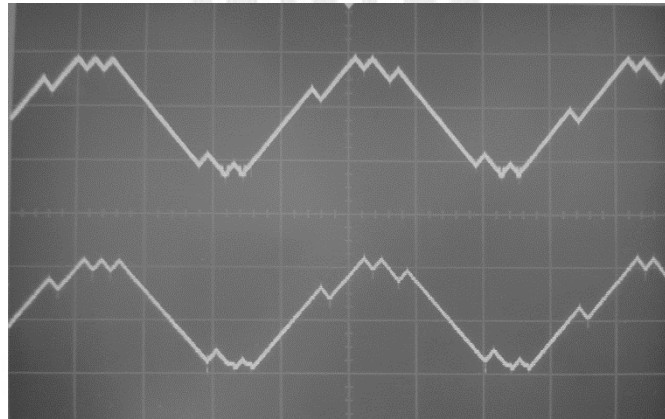

Figura 7.5 Comparación entre TP6 y TP11.
- Conectar el canal 1 del osciloscopio al integrador del modulador (TP6) y el canal 2 al integrador del demodulador (TP11). Ajustar el control de ganancia de modo que se obtengan en el osciloscopio las formas de onda relativas a las señales reconstruidas (Figura 7.5). Indicar cuales son las diferencias que existen entre ellas.